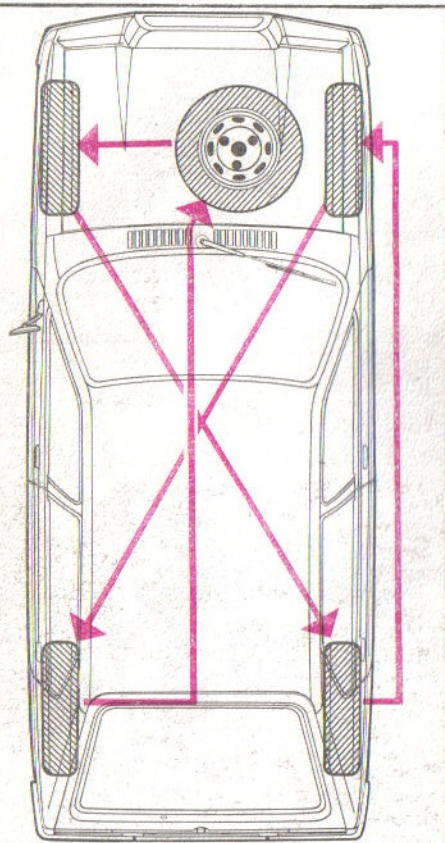

Fig. 30 - Rotación de ruedas
- La rotación de las ruedas en diagonal, haciendo intervenir la rueda de repuesto, permite un equilibrio en el desgaste de los cinco neumáticos. Esto hay que hacerlo frecuentemente, para que no exista un desgaste notable entre neumáticos de un mismo eje. Seguir el esquema (Fig.30) y controlar a continuación las presiones.